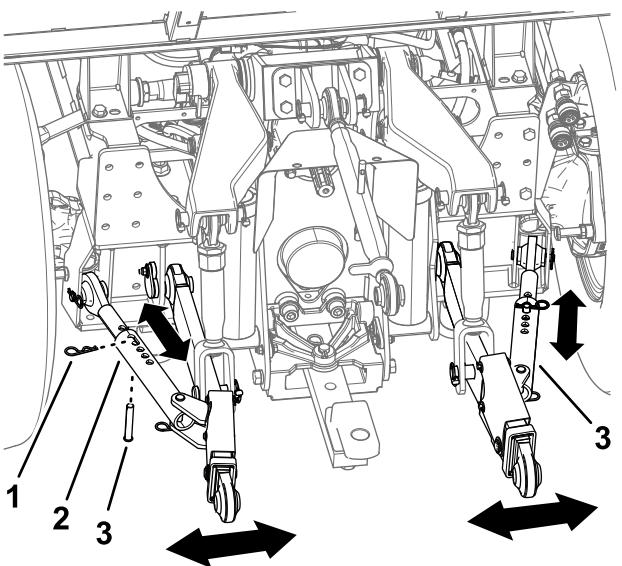

図 25
1. 各スウェイリンクのヘアピンとコッターピンを外す図 25。
2. アタッチメントが水平になるようにスウェイリンクで調整する図 25。
3. 調整ができたら、ヘアピンとコッターピンでスウェイを固定する図 25。